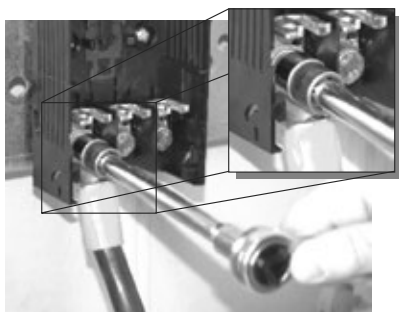
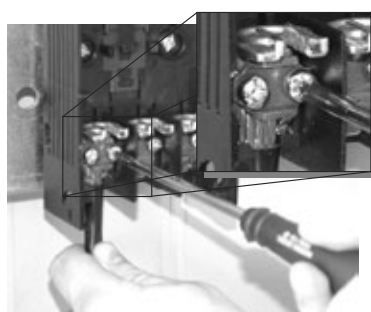

Figura 11
Figura 12
- Fixe os condutores com parafusos M5 (Figura 12) com torque de 3 Nm ou fixe os condutores conforme Figura 11 (parafuso M6 com torque de 3 Nm);